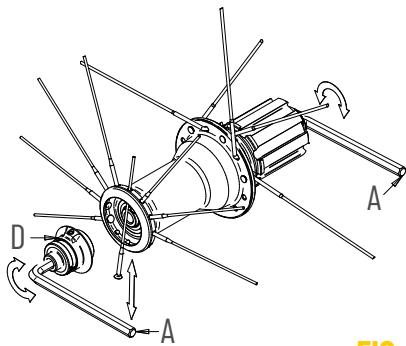

FIG. 5
- Inserite due chiavi a brugola da 5mm (A) dentro agli scontri alle estremità dei mozzi e ruotatele in **senso orario** (Fig. 5).
- Una volta estratto la parte mobile, sfilate il raggio da sostituire e infilate il raggio nuovo (Fig. 5).